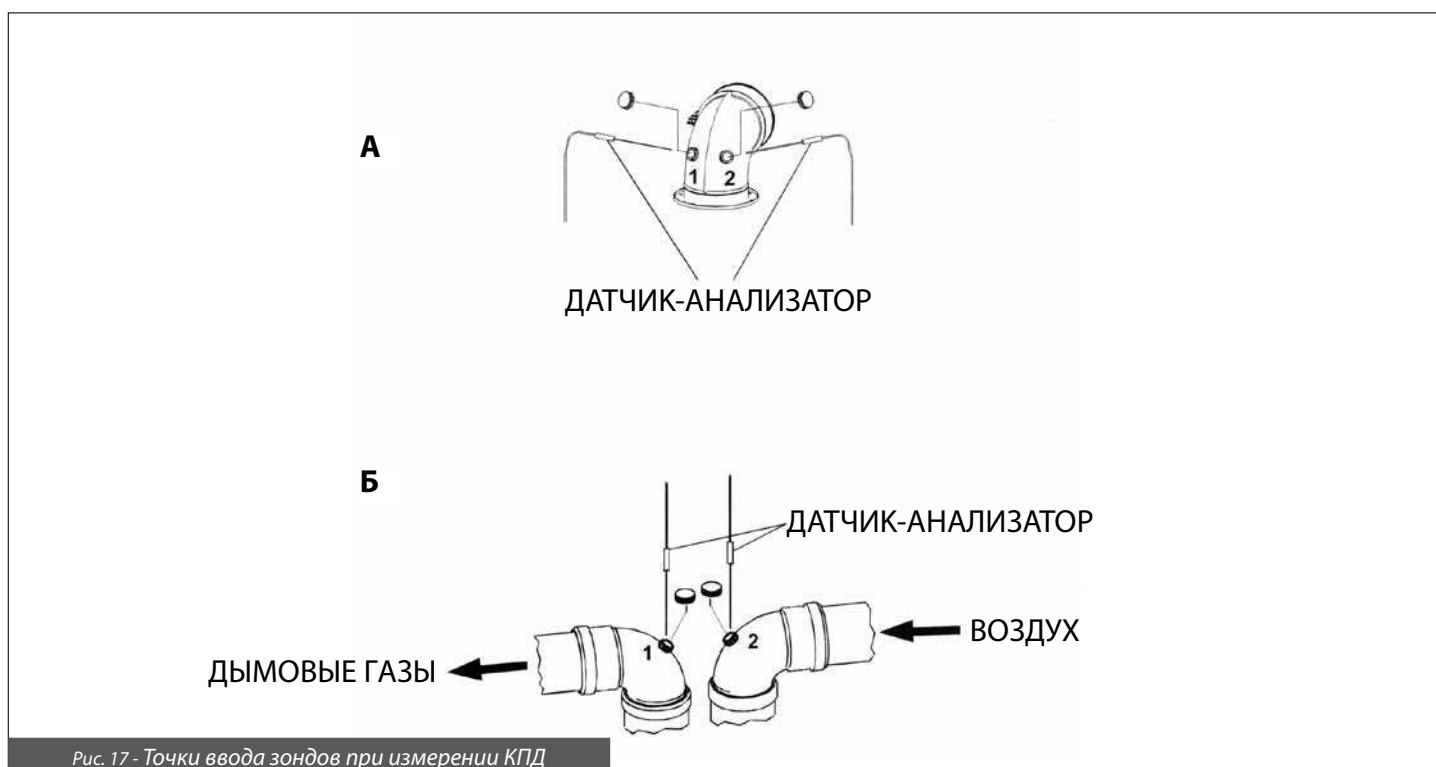

Рис. 17 - Точки ввода зондов при измерении КПД
- Измерить температуру воздуха для горения через отверстие 1 (см. рис. 17 А).
- Измерить температуру отходящих газов и содержание CO_2 через отверстие 2 (см. рис. 17 А).
- Измерить температуру воздуха для горения через отверстие 2 (см. рис. 17 Б).
- Измерить температуру отходящих газов и содержание CO_2 через отверстие 1 (см. рис. 17 Б).